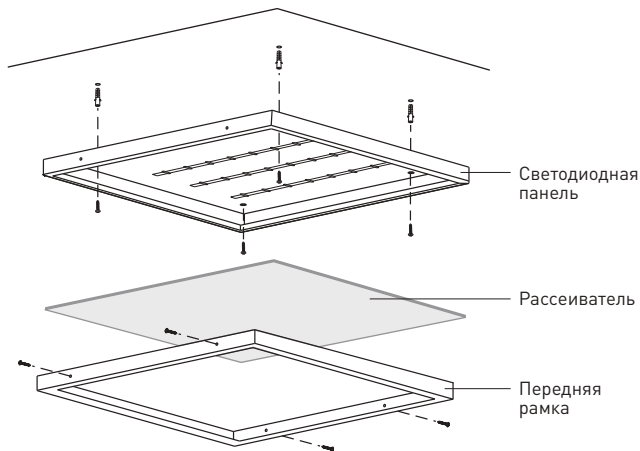

Рис. 1
- Снять с панели переднюю рамку и рассеиватель (рисунок 1);
5.4.2 Накладной монтаж производить непосредственно на поверхность потолка с креплением светодиодной панели через отверстия в корпусе (рисунок 1). Крепёж для накладного способа монтажа в комплекте не поставляется.